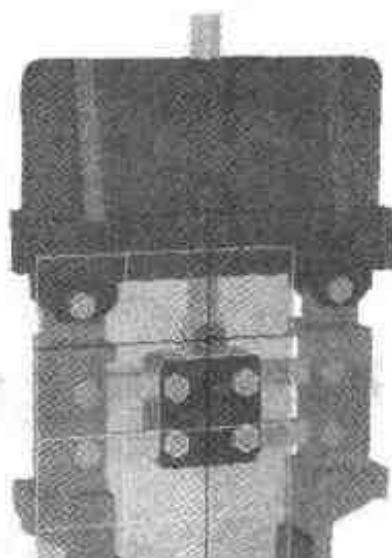

图 5.71 添加滑板动画
- (1) 在设计树中选择装配状态下的滑板, 单击【智能动画】按钮, 弹出【智能动画向导】对话框。
- (2) 选择【移动】单选按钮, 在下拉列表中选择 along width direction 选项, 将移动距离改为 12, 单击【完成】按钮, 结果如图 5.71 所示。